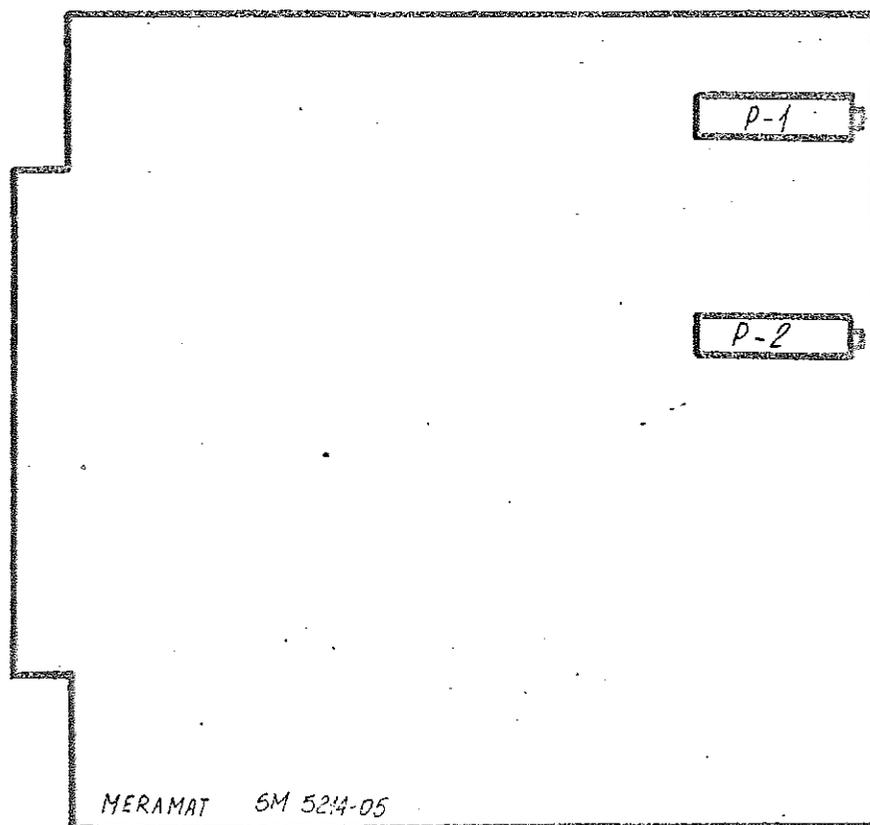

Bild 2
- g/ Fehlerhafte Geschwindigkeit mit dem Potentiometer P2 auf Platte 05 /Bild 2/ einstellen. Einstellung während der Geschwindigkeitsmessung bei Vorlauf in der Nähe der Bandmitte vornehmen.
Bei grösseren Amplitudenabweichungen von dem angegebenen Wert ist die Amplitude mit Hilfe des auf Steckeinheit SM 5214-05 angeordneten Potentiometers P1 /Bild 2/ auf 2,5V zu korrigieren.